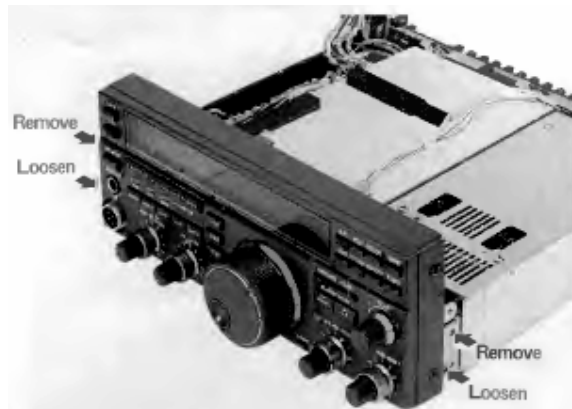
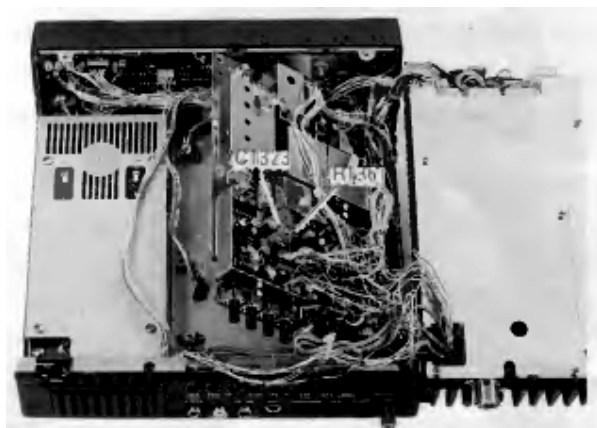

Рисунок 8.
Рисунок 9.
- Удалите 7 винтов, показанных на рис.7 (обратите внимание, что один рядом с гнездом DVS-2 на задней панели) и так же удалите верхние винты на каждой стороне передней панели(рис.8 на след. стр.) и ослабьте нижние. Это позволит откинуть лицевую панель вниз так, чтобы общий блок можно было приподнять как показано на рис.9(след. стр.).
- Руководствуясь рис.9, определите конденсатор C1323 и резистор R1361 на плате прямо за узлом генератора перекусите эти проводники и удалите их
- Осторожно вставьте панель основного блока в шасси, убедившись, что нет прижатых проводов. Присоедините отключенные кабели на плате в соответствии с рис.6 и контакт 1 цветового кода проводов в таблице ниже до установки шести винтов на плату и одного в заднюю панель (рис.7) и двух с каждой стороны лицевой панели(рис.8). Так же приклейте ленту на верх блока VCO.